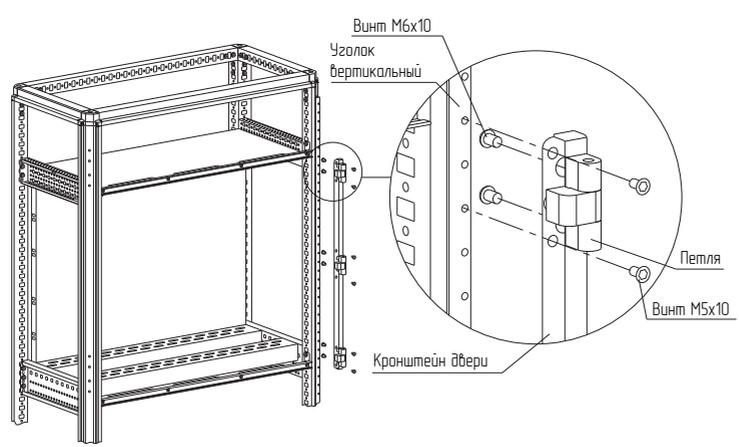

Рисунок 53
4.28.4 Закрепить петли на кронштейне двери винтами М6×10. Момент затяжки – 7 Н·м (рисунок 53).